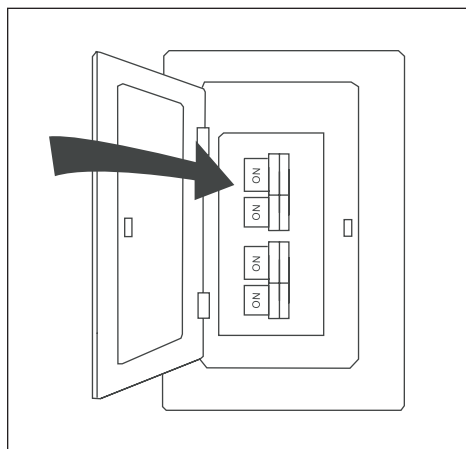

Figure 5.6
6. Alimentez l'appareil à partir du panneau de disjoncteurs et à l'aide de l'interrupteur mural qui alimente les fils du ventilateur. L'assemblage est terminé (Figure 5.6).